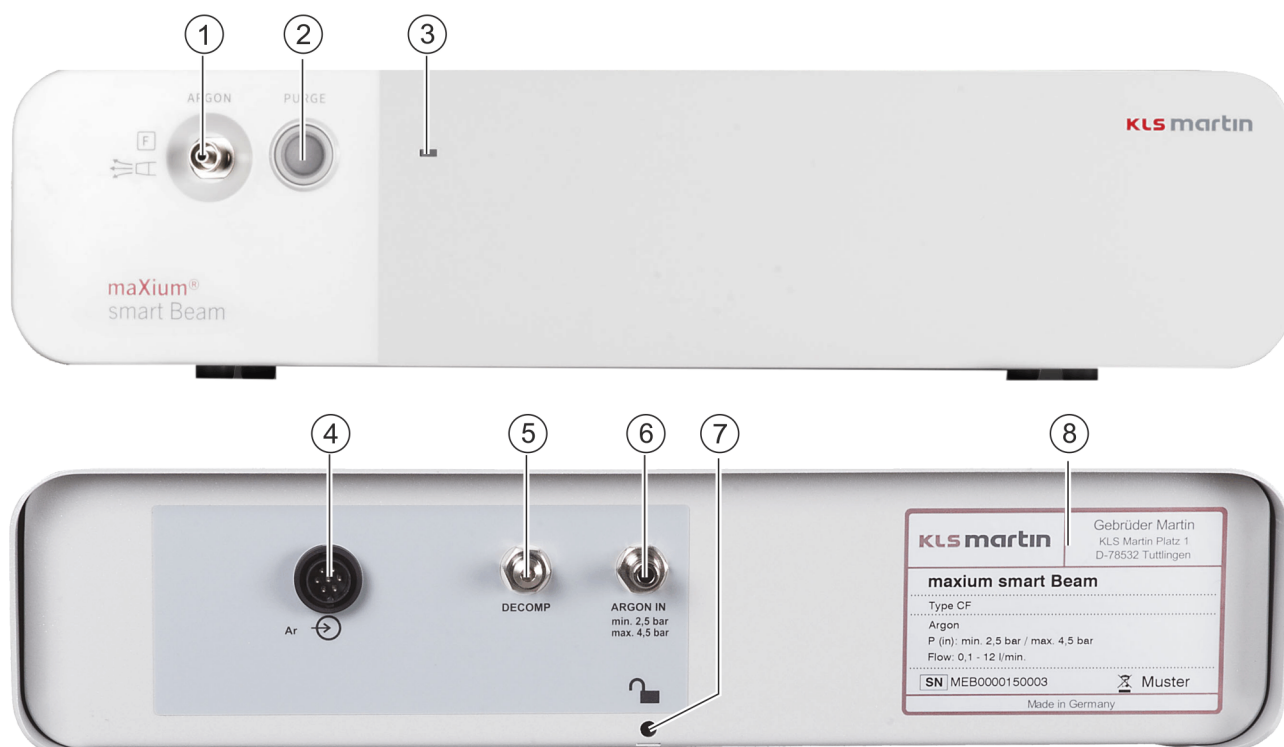

Fig. 7-1: maxium® smart Beam
Til drift av maxium® smart Beam kreves edelgassen argon. Argon fås på trykkflasker i ulike størrelser med et nominelt fylltrykk på 200 bar. Til oppstilling på apparatvognen maxium® smart Cart anbefaler Gebrüder Martin bruk av trykkflasker på 5 liter med argon med kvalitet 4,8 (renhet bedre enn 99,998 %, se kapittel 7.1.4 "Argon", side 44). Ved atmosfærisk trykk inneholder disse trykkflaskene ved ekspansjon 1 000 liter argon, tilstrekkelig for ca. 3 – 6 timer aktiveringstid (avhengig av valgt flowverdi). Tilkoblingen foretas på innløpet (6, Fig. 7-1) på baksiden av apparatet.
- trekk hurtigkoblingen av gasstilkoblingsbolten på beamer, og sett kort på dekomprimeringsbolten (5, Fig. 7-1),
Gasstilkoblingen på elektrodehåndtaket er en del av en luerlockforbindelse, og kobles til tilkoblingskontakten (1, Fig. 7-1) foran på maxium® smart Beam. For å skylle ut luften som finnes i applikatoren kan en argongassflow lages med knappen **PURGE** (skyll) (2, Fig. 7-1) uten at elektrokirurgiapparatet dermed aktiveres.